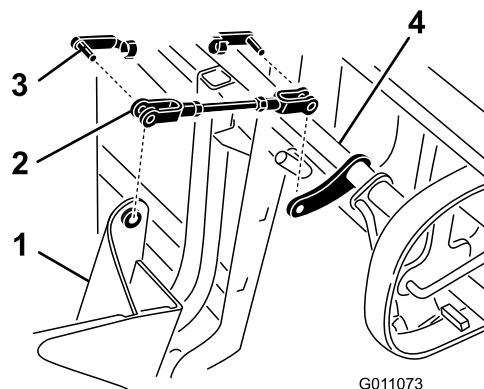

Figure 13
9. Montez les chapes sur le collecteur et la poignée et fixez-les avec 2 axes de chape élastiques (Figure 13).
10. Tournez la tringlerie de la poignée vers le haut jusqu'au collecteur et fixez-la avec un axe de chape élastique (Figure 13). Au besoin, desserrez et tournez la chape pour l'aligner sur le collecteur.